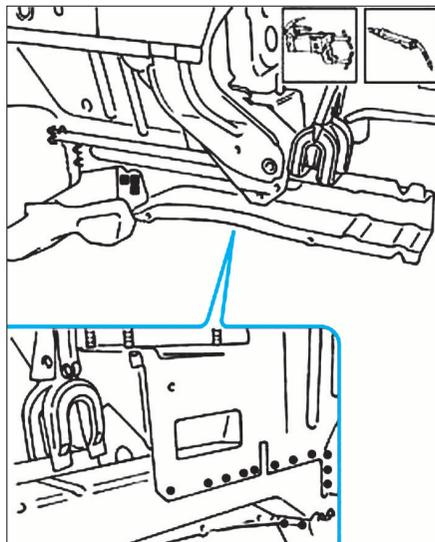

FIG. 10
• Ajuster le longeron (Fig.10), puis souder comme illustré.